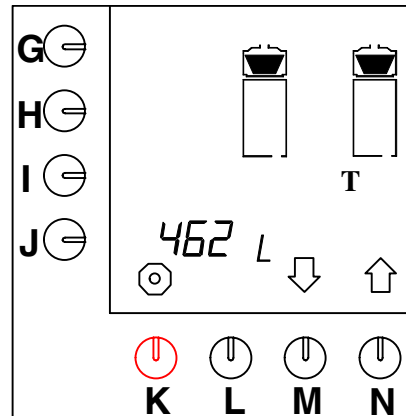

Abb. 50 Gesamtzählwerk für das
- Drücken Sie auf die Wahltaste (N.) $\uparrow$ , bis Abb.50 im Display erscheint.